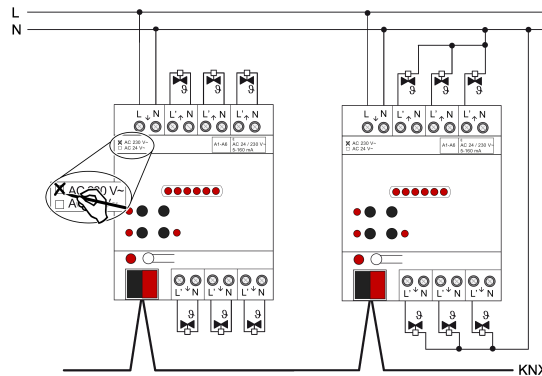

Bild 3: Anschluss für Stellantriebe AC 230 V (Anschlussbeispiele)
- Stellantriebe AC 230 V gemäß Anschlussplan (siehe Bild 3) anschließen. Die Neutralleiter der Stellantriebe können entweder jeweils direkt mit den N-Klemmen der Ausgänge des Heizungsaktors (Anschlussbeispiel links) oder alternativ gemeinsam mit einem geeigneten N-Potenzial (z. B. N-Leiterklemme im